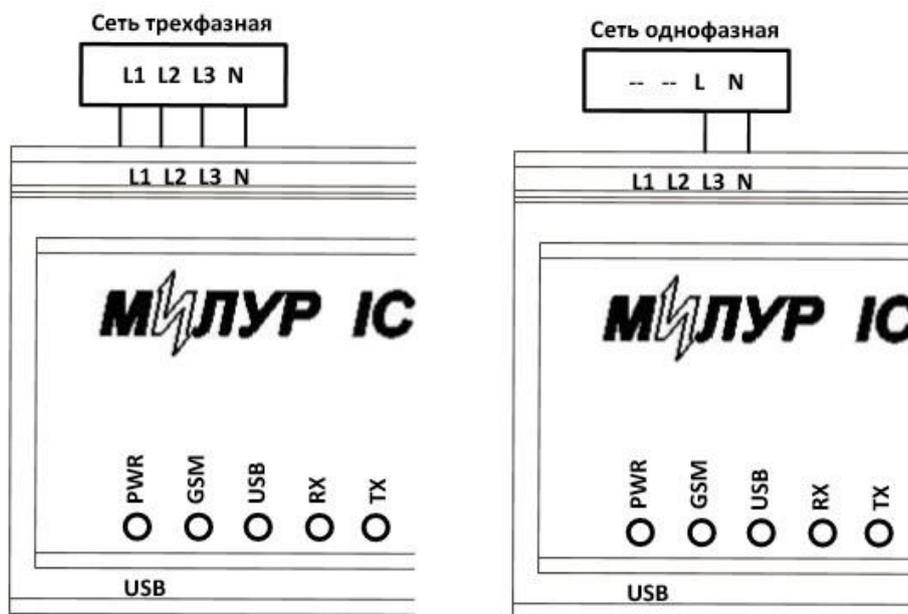

Рисунок 7 – Подключение питания к МИЛУР IC UREG-Z/P
11.3 При питании от трехфазной сети изделие подключается через разрывные клеммные соединители к клеммам с обозначением «L1», «L2», «L3» и «N», при этом само питание идет через клеммы с обозначением «L3» и «N», а клеммы «L1» и «L2» нужны для передачи данных по интерфейсу PLC. Поэтому при питании от однофазной сети изделие подключается к клеммам с обозначением «L3» и «N» (рисунок 7).